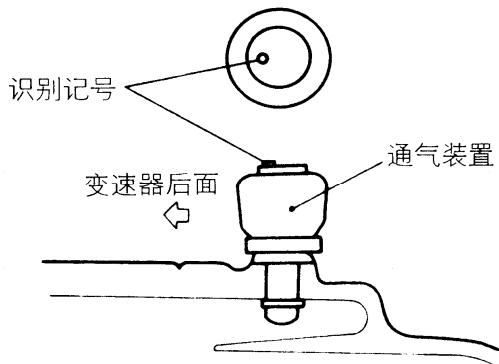

图 3-98 安装通气装置
(2) 对通气装置的插入部位涂敷密封胶。所规定的密封胶为 3M SUPER WEATHER STRIP 产品号 8001 或相当的品种。如图 3-98 所示，安装通气装置，使它的识别记号朝向正面。